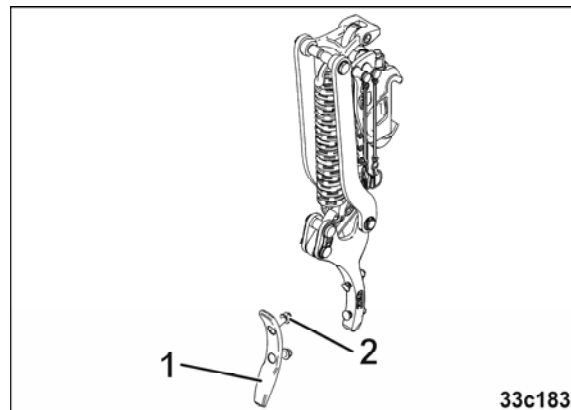

Fig. 166
1. Soltar las tuercas (Fig. 166/2).
2. Sustituir las puntas de la reja del borrahuellas (Fig. 166/1).
3. Apretar las tuercas (Fig. 166/1).